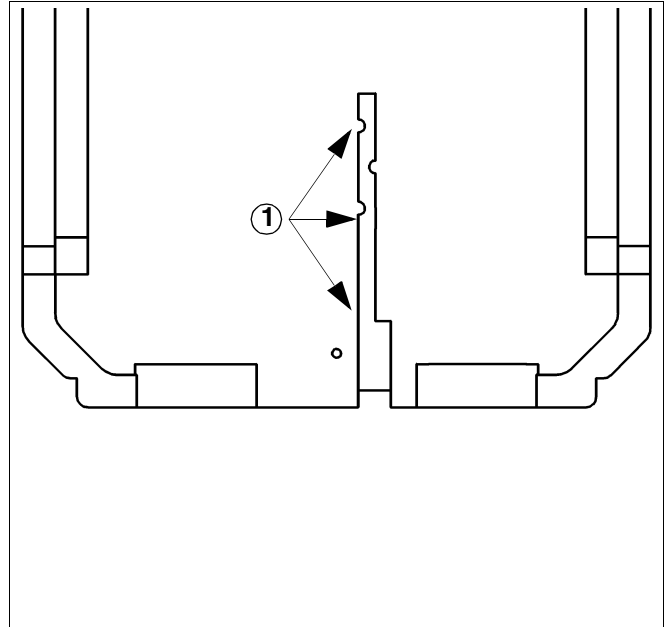

Abb. 11 Hintere Wärmedämmschale
- Die elektrischen Leitungen in die Kabelführung (Abb. 11, Pos. 1) der hinteren Wärmedämmschalen einlegen und nach hinten wegführen.